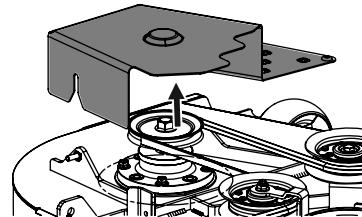

Figura 54
- Extraiga las cubiertas de la correa de la plataforma. Consulte la Figura 54.